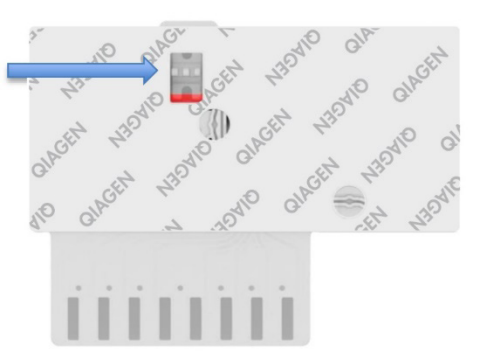

Figura 43. Vizorul de inspecție a probelor (săgeata albastră).
7. Confirmați vizual că proba a fost încărcată, prin verificarea vizorului de inspecție a probelor aferent QIAstat-Dx Respiratory SARS-CoV-2 Panel Cartridge (Figura 43).